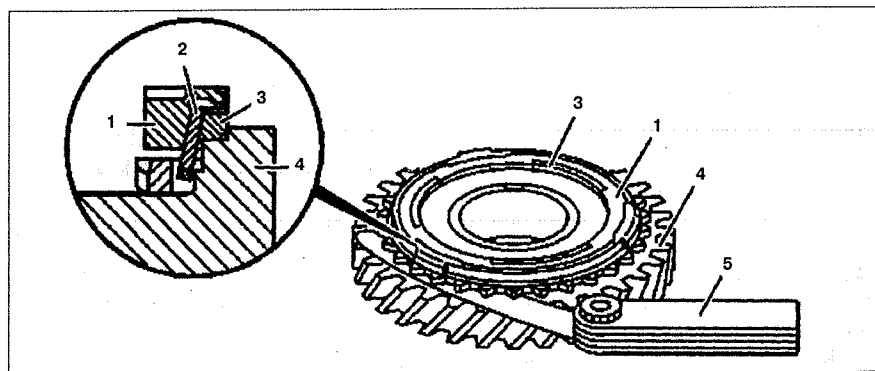

Рис. 6.36. Проверка износа между кольцами синхронизатора и корпусом муфты (автомобили с двигателями 111.948 и 601.970):
10. Проверьте износ колец 13 синхронизатора включения 1-й и 2-й передач (см.рис.6.36). Соедините шестерню 4, трущееся кольцо 3, конусное кольцо 2 и кольцо синхронизации 1. С помощью щупа 5 проверьте расстояние между кольцом синхронизации 1 и шестерней 4. Он должен составлять 0.8 мм. Если расстояние больше допустимого, замените трущееся кольцо 3 и, если необходимо, кольца 2 и 1.
31. Разберите муфту 11 синхронизатора. Проверьте износ колец синхронизатора (см.рис.6.36).